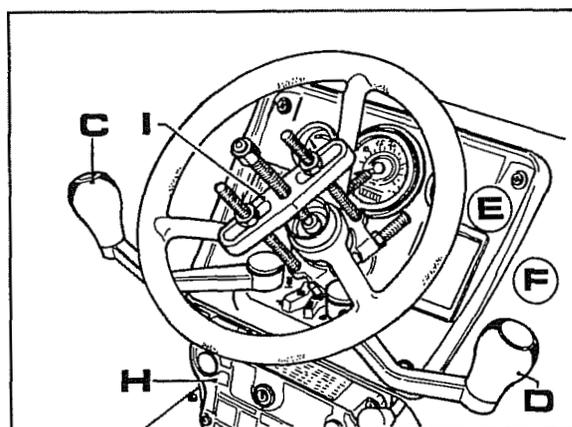

Fig. 9
2. Enlever le volant à l'aide d'un extracteur du type illustré dans la fig. 9 (**I**).
3. Enlever le levier de commande du réducteur **C**, la commande de la boîte de vitesses **D** et le tableau de bord **E** fig. 9.
4. Enlever le panneau de démarrage **H** fig. 9, puis débrancher entre eux les blocs de l'installation électrique avant du circuit arrière.
5. Enlever le panneau en tôle (où les panneaux en tôles) **F** fig. 9 entourant le tableau de bord.